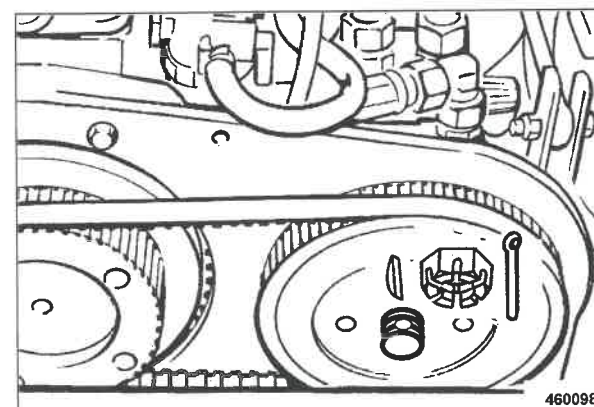

Fig. 143
- Inserire la linguetta a disco nella scanalatura (Fig. 143).